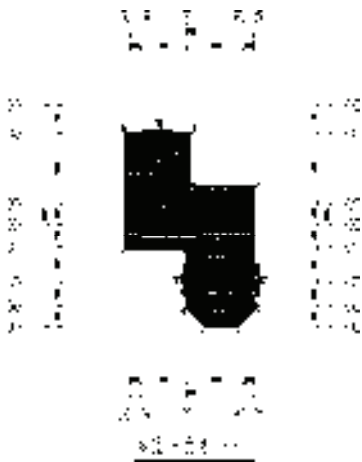

图 13-152 图名标注
11) 添加图名标注。调用“图名标注”命令，在弹出的“图名标注”对话框中设置参数，点取标注的插入位置，即可完成图名标注的添加，结果如图 13-152 所示。